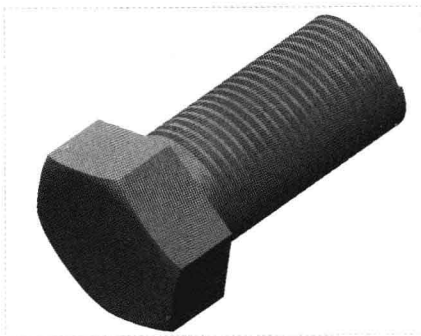

图 5-73 创建常数螺旋扫描特征
Step 07 单击“应用并保存在工具中所做的所有更改，然后关闭工具操作板”按钮 ，完成常数螺旋扫描特征的创建，如图 5-73 所示。